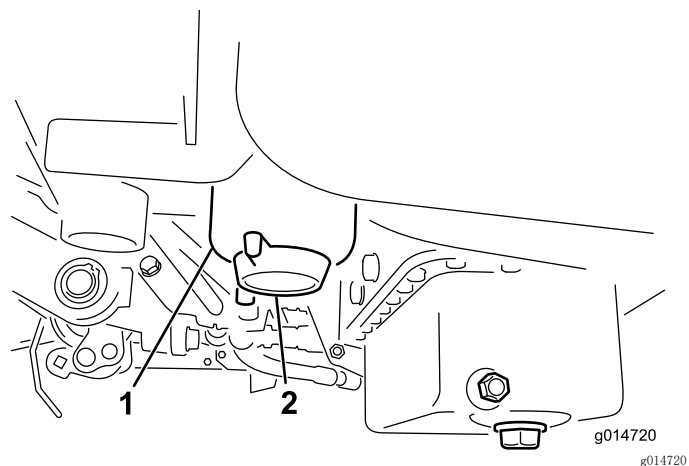

图31
3. 打开燃油滤清器上的排油塞，大约旋转一周，排干积水（图31）。